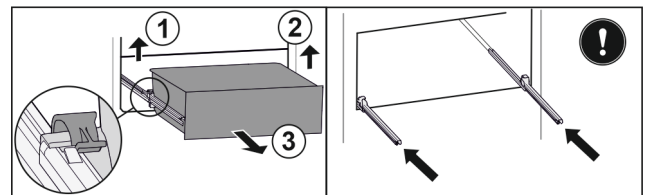

Fig. 26
- ▶ Linke Klemme anheben und gleichzeitig das Schubfach links nach vorne ziehen Fig. 26 (1).
- ▶ Rechte Klemme anheben und gleichzeitig das Schubfach rechts nach vorne ziehen Fig. 26 (2).
- ▶ Schubfach nach vorne entnehmen Fig. 26 (3).